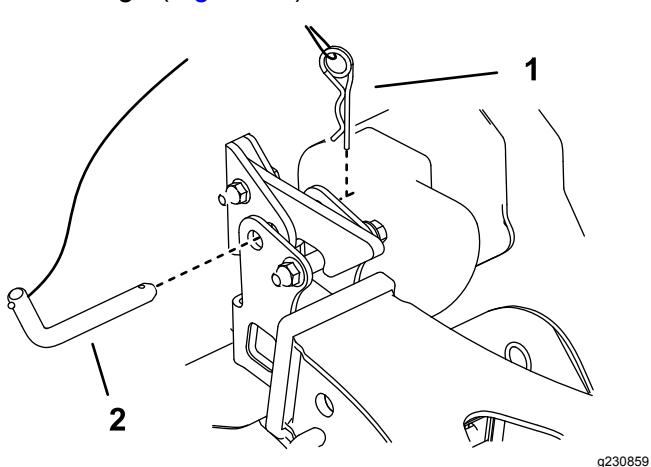

Figure 17
5. Utilisez la goupille d'attelage et la goupille fendue pour fixer la souffleuse au dispositif d'attelage (Figure 17).